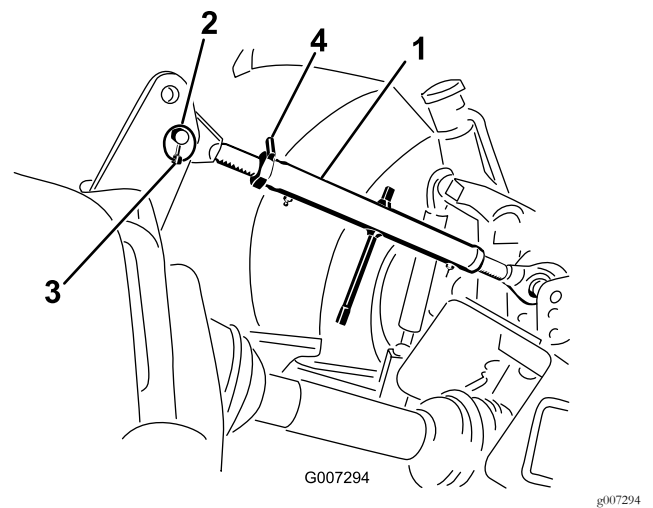

Bild 8
- Befestigen Sie die Unterlenkerarme mit Klappsteckern an den Anbauvorrichtungsstiften (Bild 8).
- Stecken Sie den Oberlenker in das untere Loch in der Halterung und befestigen Sie ihn mit dem Steckstift und Klappstecker (Bild 8).
3. Drehen Sie den Oberlenker, um den Lenker festzuziehen. Stellen Sie ihn ein, bis die Vorderseite des Aerifiziererrahmens 90 Grad von der Horizontalen ist (Bild 8).